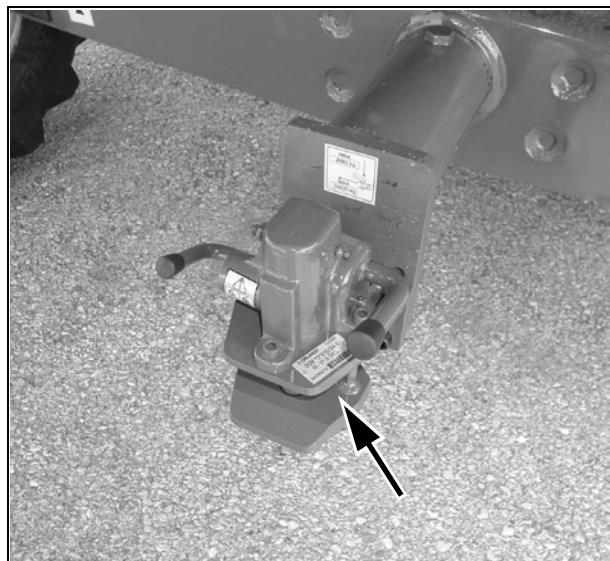

Рис. 11
**Идентификация сцепного устройства прицепа (если установлено) - Рис. 11**